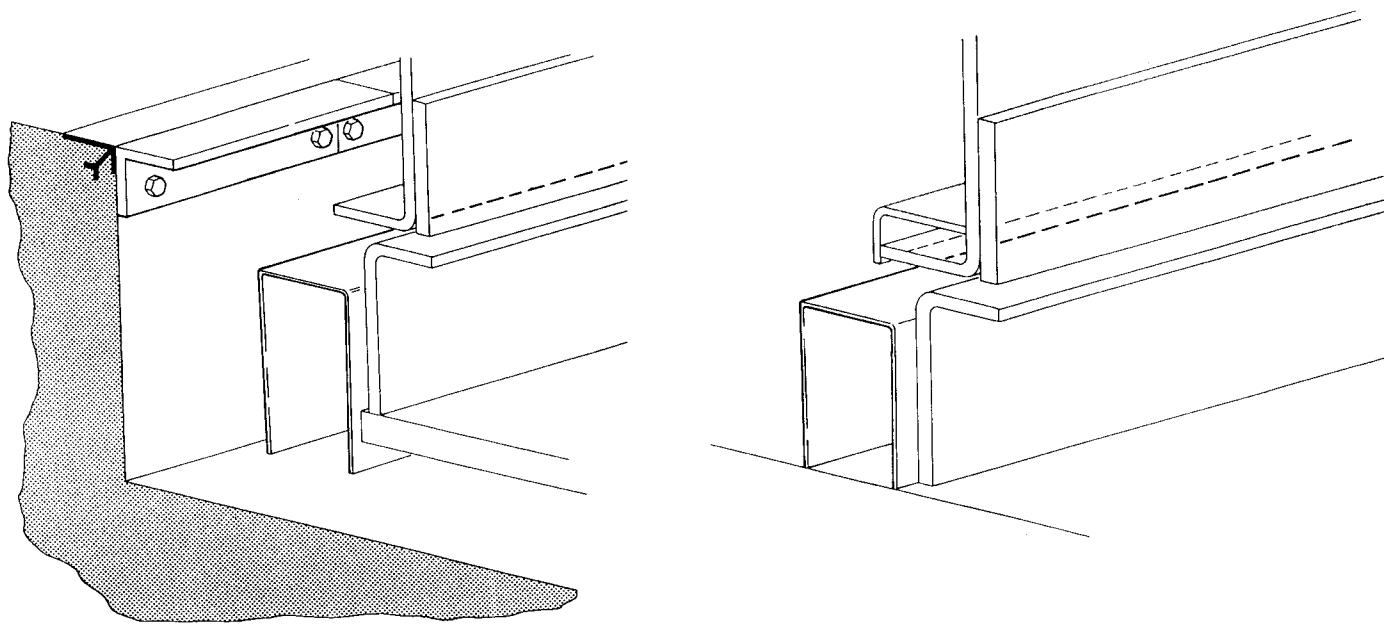

Fig.30
- Sollevare il ponte così da non creare intralcio al lavoro, poi disporre le coperture (come si vede in fig. 30 - 31).
- Fissare il tutto a terra con le staffe in dotazione (4).
- Lift the bridge so as not to cause obstruction to work, then position the covers (as shown in fig. 30 - 31).
- Fasten everything to the ground the brackets supplied (4).
- Die Hebebühne auf eine zum Arbeiten günstige Höhe anheben und die Abdeckungen anordnen (gemäß Abb. 30 - 31).
- Das Ganze mit den mitgelieferten Bügeln auf dem Fussboden verankern (4).
- Soulever le pont pour ne pas être gêné dans l'exécution du travail et positionner les protections (comme indiqué à la fig. 30 - 31).
- Fixer le tout au sol avec les étriers en dotation (4).
- Elevar el puente de manera que se pueda trabajar libremente, y luego poner las cubiertas (como en la fig. 30 - 31).
- Fijar todo en el suelo con las bridas en dotación (4).
- Mettere i cavi FC1 e FC2 nella apposita canalina adesiva (come si vede in fig. 30/31).
- Place cables FC1 and FC2 in the special adhesive cable way (as shown in fig. 30/31).
- Die Kabel FC1 und FC2 in den dazu vorgesehenen Klebekanal verlegen (siehe Abb. 30/31).
- Mettre les câbles FC1 et FC2 dans le cheminement adhésif spécial (comme indiqué aux fig. 30/31).
- Meter los cables FC1 y FC2 dentro del canal adhesivo (como se ve en la fig. 30/31).